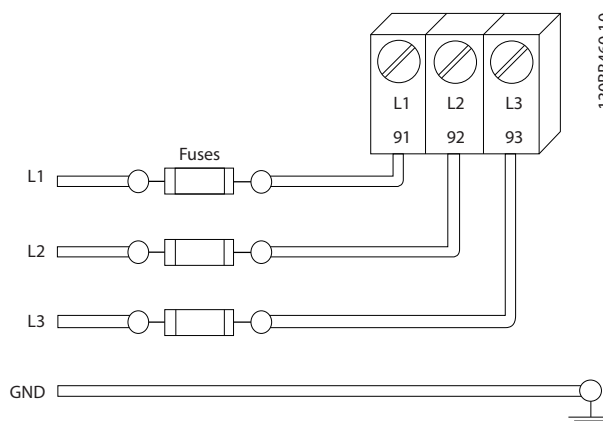

Abbildung 2.6 Sicherungen für Frequenzumrichter
- Versehen Sie alle Frequenzumrichter mit Kurzschluss- und Überlastschutz. Dieser Schutz wird durch Sicherungen am Eingang gewährleistet, siehe *Abbildung 2.6*. Wenn die Sicherungen nicht Teil der Lieferung ab Werk sind, muss sie der Installateur als Teil der Installation bereitstellen. *10.3 Sicherungsangaben* zeigt die maximalen Nennwerte der Sicherungen.